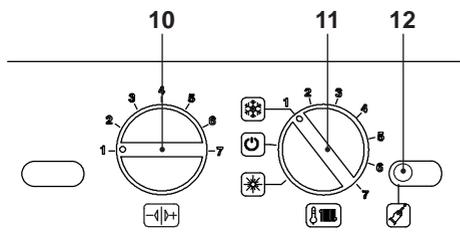
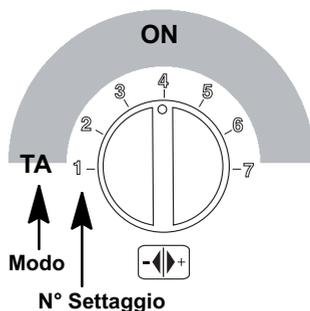

Figura 5.65
Figura 5.70
- Prima di alimentare elettricamente la caldaia posizionare la manopola 11 come indicato in Figura 5.65.
- Per settare il funzionamento modo pompa, bisogna entrare in programmazione premendo per 15 secondi il pulsante di ripristino 12, in Figura 5.65 fino alla comparsa del parametro **P01** sul display LCD; sul display LCD compare la seguente visualizzazione (la sequenza **P01** si alterna --- --).
- Per cambiare il settaggio ruotare la manopola regolazione temperatura sanitari 10 (Figura 5.65 - Figura 5.70) posizionandola nel modo pompa prescelto (nella Figura 5.70 esempio di manopola settata per Modo pompa **ON**); nell'LCD la sequenza **P13** si alterna con **04**.